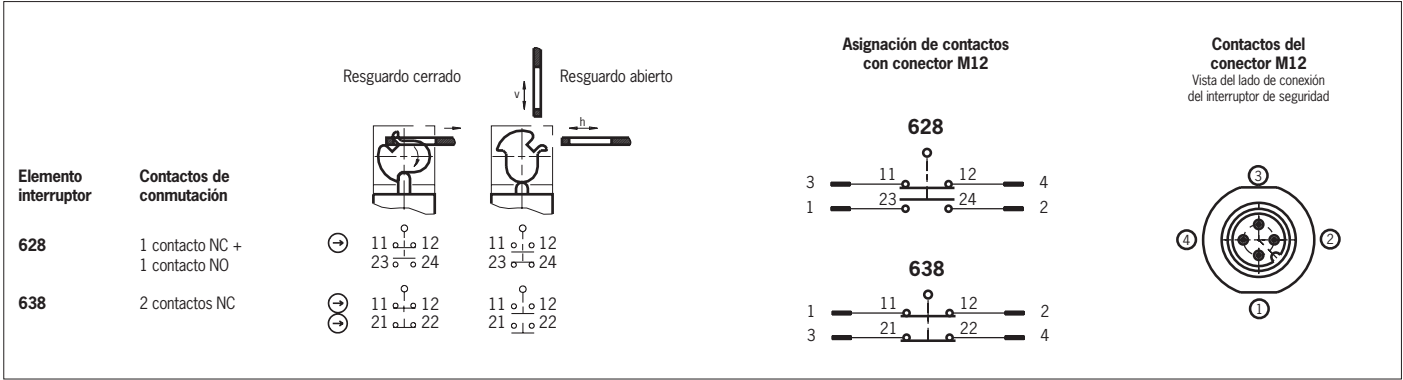

Fig. 4: Elementos interruptores y funciones de conmutación
3. Apriete las conexiones y los bornes con 0,5 Nm (para la asignación de contactos, consulte la Fig. 4).